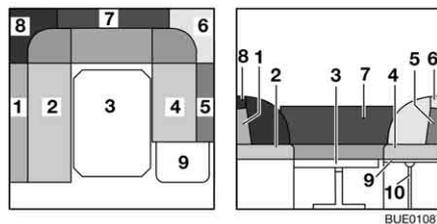

Bild 92 Während des Umbaus
- Stütze (Bild 92,10) in die Aufnahme an der Bettkasten-Verlängerung einsetzen.
- Die Rückenpolster (Bild 92,1, 5, 6, 7 und 8) abnehmen und beiseite legen.